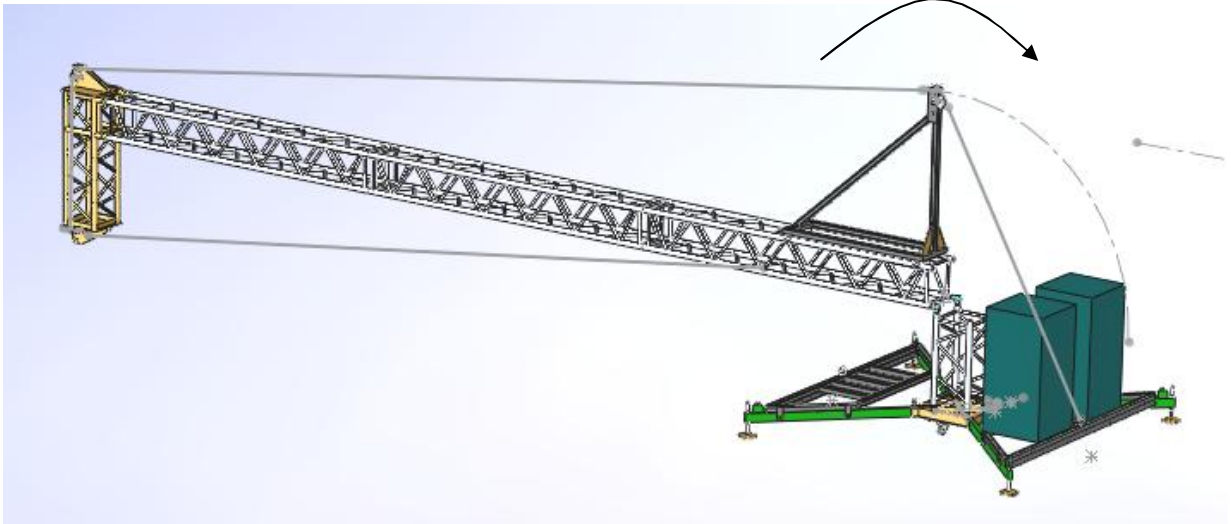

fig.13
a) Relever l'ensemble du mât de sorte à pouvoir assembler les 2 dernières charnières (rep 9) avec les manchons femelles (rep 17) du mât 2 (rep 10) (fig.13).